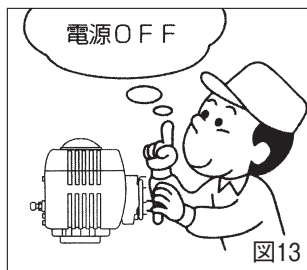

図13
Y. 電動式のバルブにおいて、手動ハンドルで操作する場合、元の電源を切ってから作業を行ってください。(図13)